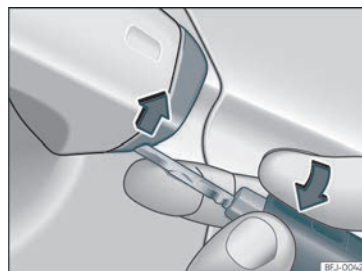

Fig. 74 Manípulo da porta do condutor: soltar a tampa fazendo alavanca.
- Introduza o palhetão na abertura inferior da tampa do manípulo da porta do condutor »» Fig. 74 e retire a tampa de baixo para cima.